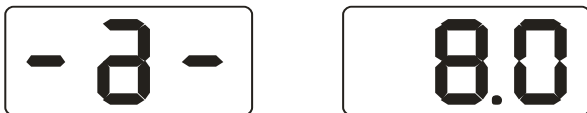

Abbildung 6: Klemmengegegengewicht an beiden Felgenkanten
Nachdem die Maschine eingeschaltet ist, beginnt die Initialisierung automatisch. Die Initialisierung endet nach zwei Sekunden. Die Maschine geht automatisch in den normalen dynamischen Ausgleichmodus über, wie in **Abbildung 6: Klemmengegegengewicht an beiden Felgenkanten** dargestellt. Nun können die Daten der Felge eingegeben werden.
- 1) Nachdem die Maschine eingeschaltet und die Initialisierung abgeschlossen wurde (**Abbildung 6: Klemmengegewicht an beiden Felgenkanten**) müssen Sie eine ausgewuchtete Felge mittlerer Größe installieren, die an das Gegengewicht geklemmt werden kann. Geben Sie die Daten der Felge gemäß **11.2** ein;
- 1) Drücken Sie [a-] oder [a+], (**Abbildung 6: Klemmengegegengewicht an beiden Felgenkanten**)